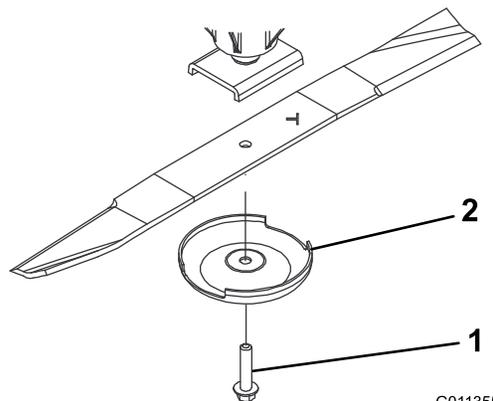

Figura 88
2. Fixe a extremidade da lâmina utilizando um pedaço de tecido ou uma luva grossa. Retire o parafuso da lâmina, o recipiente antidanos e lâmina do eixo (**Figura 88**).
3. Instale a lâmina, com a aba voltada para a plataforma de corte, com o recipiente antidanos e o parafuso da lâmina (**Figura 88**). Aperte os parafusos da lâmina com uma força de 115 a 149 N·m.